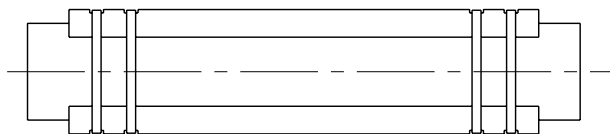

Figura 6-6 Dispunerea tipica a patinelor
- 2 Conducta trebuie protejata impotriva deteriorarilor prin alunecare folosindu-se patine din lemn atasate de conducta sau distantiere din plastic (ca in **Figura 6-6** si **6-7**). Acestea trebuie sa asigure o inaltime suficienta pentru a permite o distanta rezonabila intre diametrul exterior al mufei si diametrul interior al conductei existente.